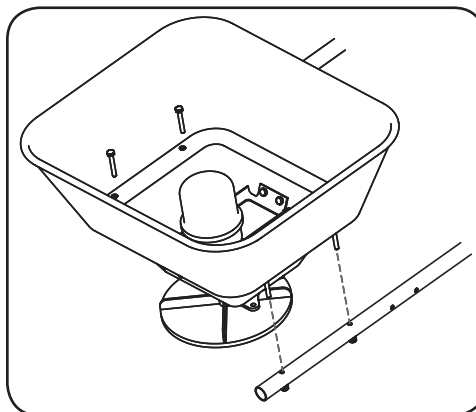

Figura 1-7
5. Acople el conjunto de la tolva a los extremos redondos de los tubos del bastidor simple con cuatro pernos y contratuercas M6 x 40. Vea la Figura 1-7.